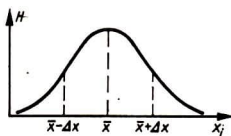

Bild 1
Wenn wir die gleiche physikalische Größe unter gleichen Bedingungen mehrfach messen und die Häufigkeit  $H$  übereinstimmender Meßwerte über dem Meßwert  $x_i$  auftragen, erhalten wir bei ausreichend hoher Zahl der Messungen eine Verteilung der Meßwerte nach Bild 1. Die Häufigkeit von Meßwerten in der Nähe des durch (7) definierten Mittelwertes  $\bar{x}$  ist sehr groß, dagegen weichen nur wenige Meßwerte wesentlich von  $\bar{x}$  ab. (Grobe Meßfehler sind dabei nicht berücksichtigt!) Die Festlegung eines Bereiches  $\bar{x} \pm \Delta x_{\text{zuf}}$  wird damit zu einem Wahrscheinlichkeitsproblem. Wenn wir garantieren wollen, daß der wahre Wert  $x$  mit großer Wahrscheinlichkeit (hoher statistischer Sicherheit) in dem von uns anzugebenden Bereich  $\bar{x} \pm \Delta x_{\text{zuf}}$  liegt, dann werden wir  $|\Delta x_{\text{zuf}}|$  relativ groß wählen müssen. Beugnen wir uns jedoch mit einer geringen statistischen Sicherheit, dann werden wir auch einen kleineren Bereich angeben können. Wir müssen jedoch dann damit rechnen, daß mit zwar geringer, aber nicht zu vernachlässigender Wahrscheinlichkeit der wahre Wert  $x$  doch außerhalb des von uns angegebenen Bereiches liegt.